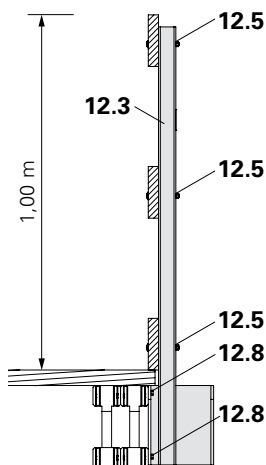

Fig. A1.34a
2. Fissarlo alla trave esterna preforata con viti per legno (6x) 6 x 80 DIN 571 (12.8). (Fig. A1.34a)